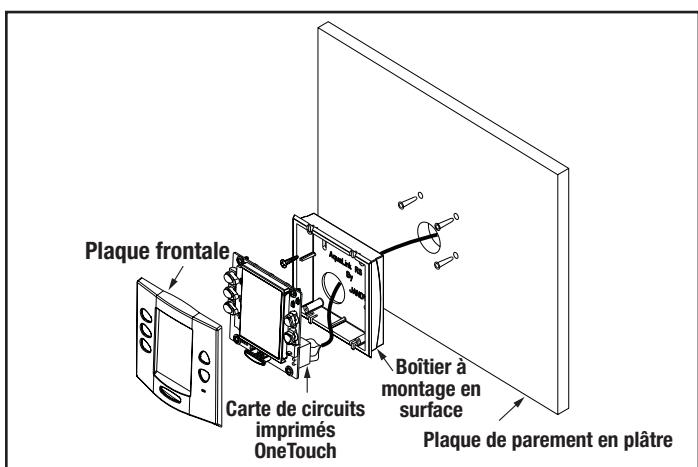

**Figure 23.** Mise en place des cavaliers pour plusieurs centres électriques auxiliaires
- Ne jamais mettre plus de deux (2) câbles dans chacune des broches de la barre de bornes rouge à 4 broches (utilisez un panneau Multiplex Jandy®).
- Si plus d'un centre électrique auxiliaire est installé, installez les cavaliers comme indiqué à la figure 23.